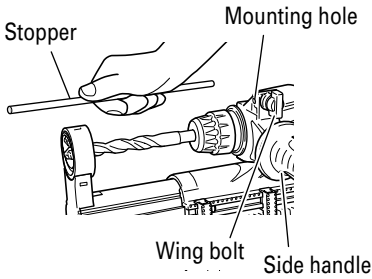

Fig. 23
9. Using the stopper (Fig. 23)